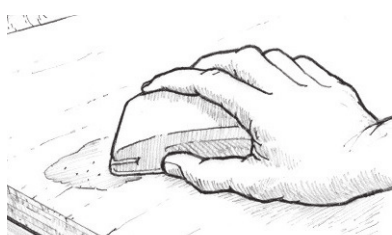

图23 用砂纸摩擦固化光整混合物使其达到所需的轮廓。
6. 用砂纸摩擦光整材料以与周围轮廓相融合（图23）。如果您有很多光整材料需要清除，请先采用50粒度的砂纸。靠近最终轮廓时，在适当的磨砂块上使用80粒度的砂纸。注意！不要忘记你的防尘面罩。按照相同的程序清除砂尘并填补任何剩余空隙。